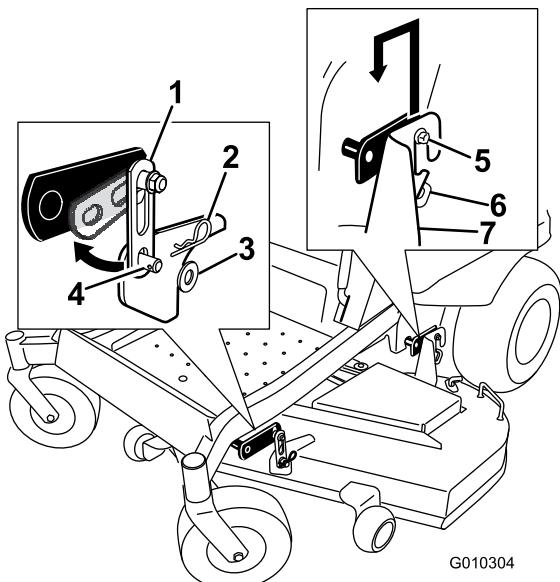

Bild 68
2. Entfernen Sie an beiden Seiten des Mähwerks die Schrauben von den Hängeprofilen des Frontmähwerks (Bild 68).
3. Heben Sie das Mähwerk vorsichtig von den Schrauben des hinteren Hängeprofils ab und senken Sie die Vorderseite des Mähwerks vorsichtig auf den Boden (Bild 68).
5. Heben Sie das Heck des Mähwerks an und führen Sie die Hängeprofilhalterungen über die hinteren Hängeprofilschrauben (Bild 68).
6. Befestigen Sie die vordere Stütze am Mähwerk an den vorderen Mähwerkhangprofilen und befestigen sie mit einer Scheibe und einem Splint (Bild 68).